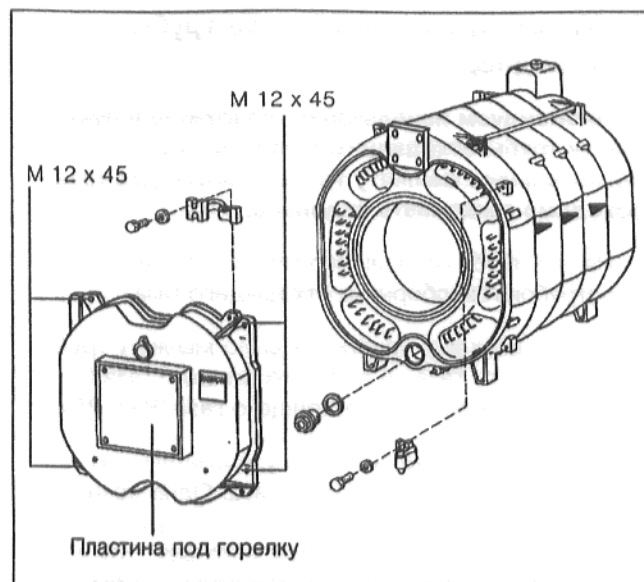

Рис. 23
- Навесить дверцу горелки, закрыть ее и прикрепить показанными на Рис. 23 винтами (4 x M12 x 45). Затяжку машинных винтов следует производить равномерно крест накрест.
- В пластине под горелку (Рис. 23) на месте монтажа просверлить или прорезать автогеном отверстие в соответствии с требуемым диаметром трубки горелки ( $\varnothing$  макс. 230 мм). Просверлить отверстия для крепления горелки в соответствии со схемой расположения отверстий на соединительном фланце горелки.